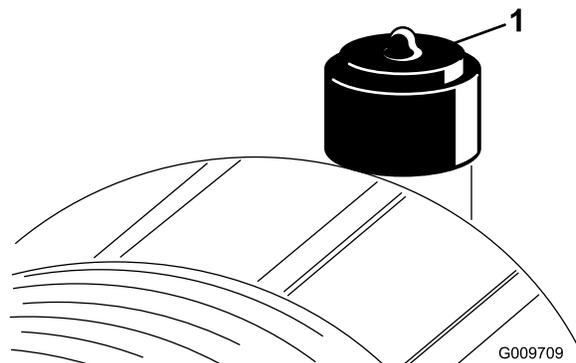

Figura 47
- Cambie el elemento del limpiador de aire si el indicador del limpiador de aire se ve rojo (Figura 47). No limpie demasiado el elemento del filtro de aire.
3. Reinicie el indicador del limpiador de aire si se ve rojo; consulte Figura 47 en Comprobación del indicador del limpiador de aire (página 43).